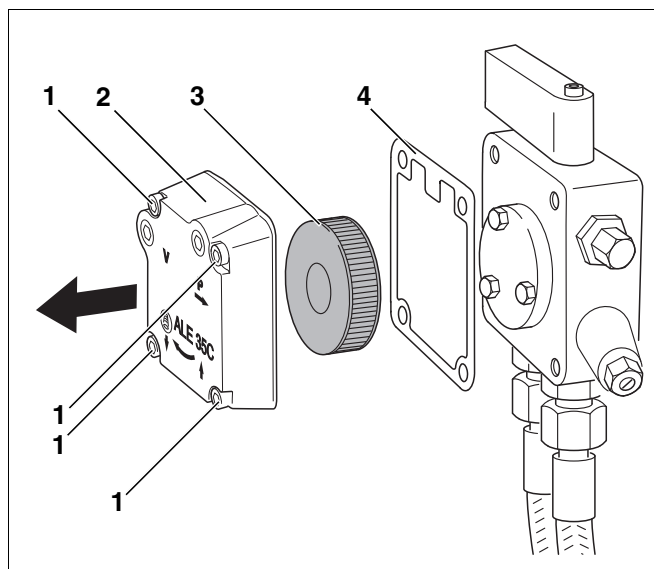

Рис. 22 Проверка фильтра топливного насоса фирмы Suntec
- Открутить четыре болта с внутренним шестигранником (Рис. 22, поз. 1).
- Снять крышку корпуса (Рис. 22, поз. 2).
- Вынуть топливный фильтр (Рис. 22, поз. 3).
- Проверить повреждение уплотнения (Рис. 22, поз. 4), если нужно, заменить его.
- Очистить фильтр топливного насоса (Рис. 22, поз. 3) промывочным бензином, если требуется, заменить его, и вновь установить на прежнее место.